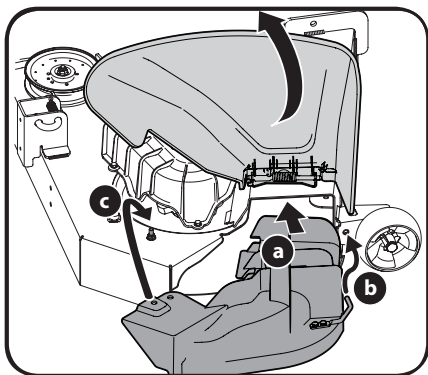

Figure 1-4
2. Pour installer le bouchon de déchiquetage, relevez le déflecteur d'éjection. Voir Figure 1-4. Insérez le bouchon de déchiquetage dans l'ouverture du déflecteur d'éjection.